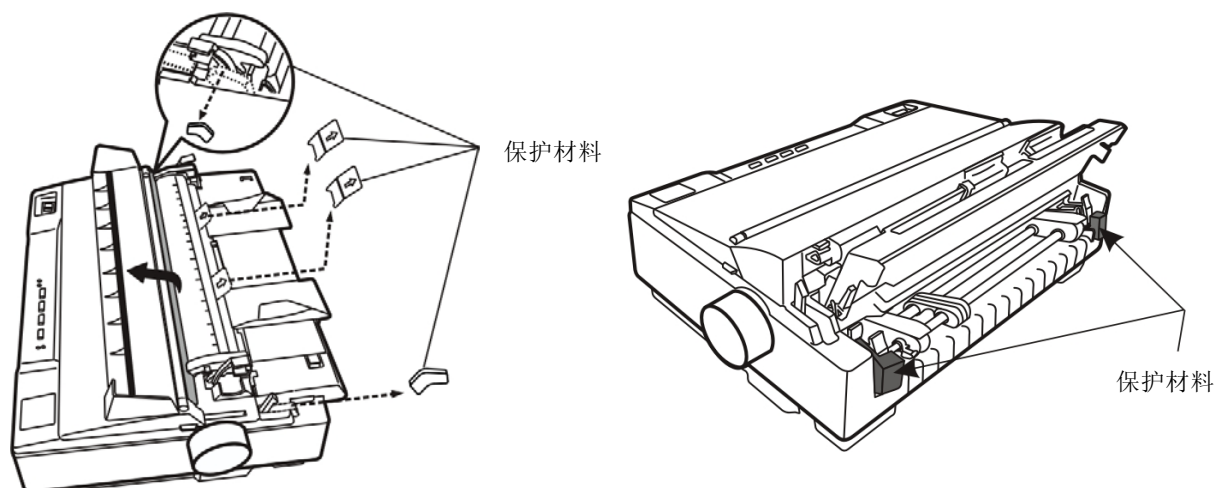

图 1-2 拆除保护材料
1. 打开包装箱，取出打印机，掀起打印机上盖，将下图标示的保护材料拆除（如图 1-2）。